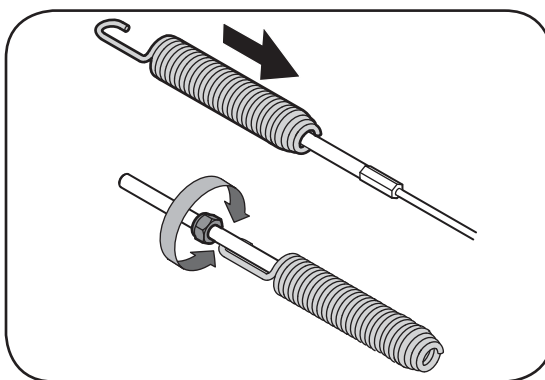

Figure 3-13
- Desserrez le contre-écrou qui se trouve sur le câble de la commande de l'entraînement et dévissez le câble d'un tour complet. Voir la Figure 3-13.
- Poussez le raccord du câble dans l'extrémité du ressort pour dégager l'écrou de blocage. Voir la Figure 3-13.